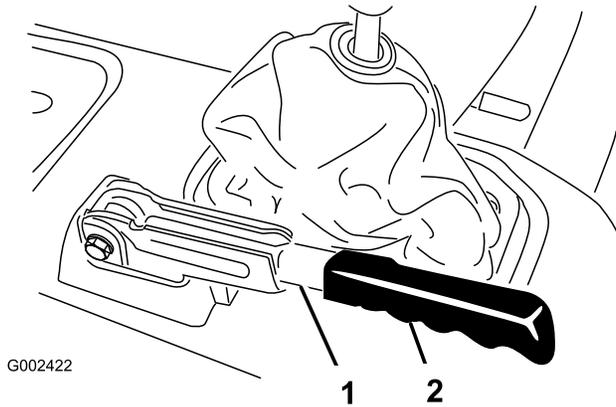

図 62
1. 駐車ブレーキレバーのゴム製グリップをはずす (図 62)。